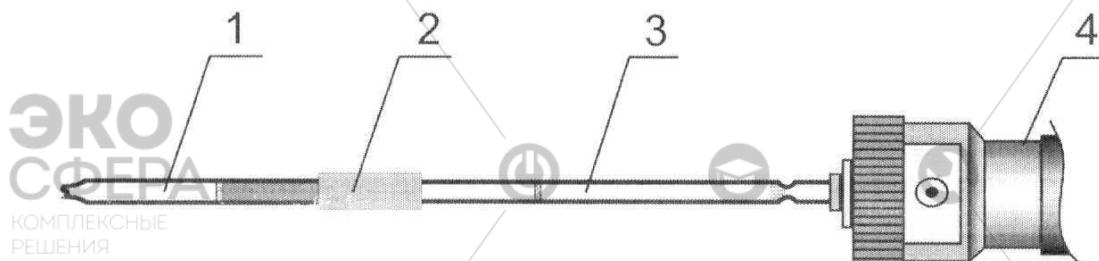

Рис. 4. Схема соединения трубок с насосом-пробоотборником НП-ЗМ:
2.3.2. Установите вскрытую индикаторную трубку в уплотнительную втулку насоса соответствующим концом (рис. 4).